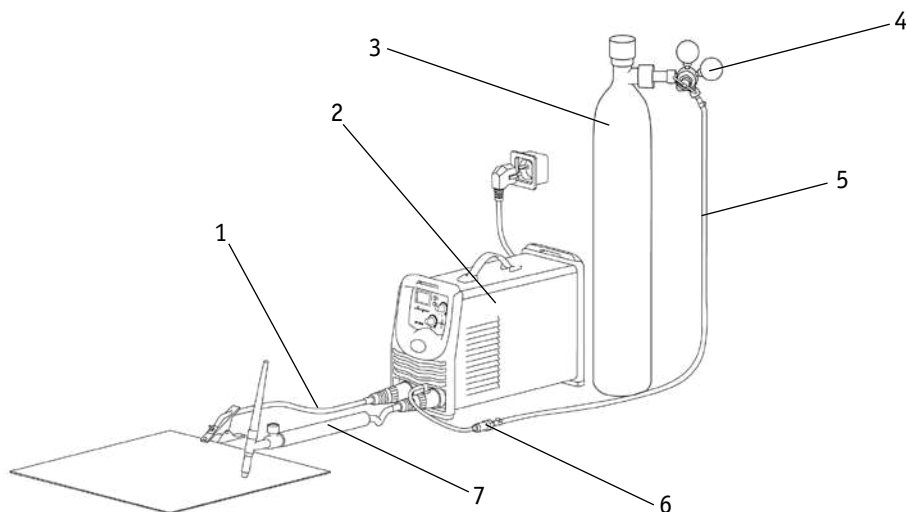

Рис. 11.1. Схема подключения оборудования.
**2.** На передней панели сварочного аппарата имеется два панельных разъема: «+» и «-». Подключите вентильную горелку для аргонодуговой сварки в разъем «-», а клемму заземления подключите в разъем «+» (См. рис. 11.1).